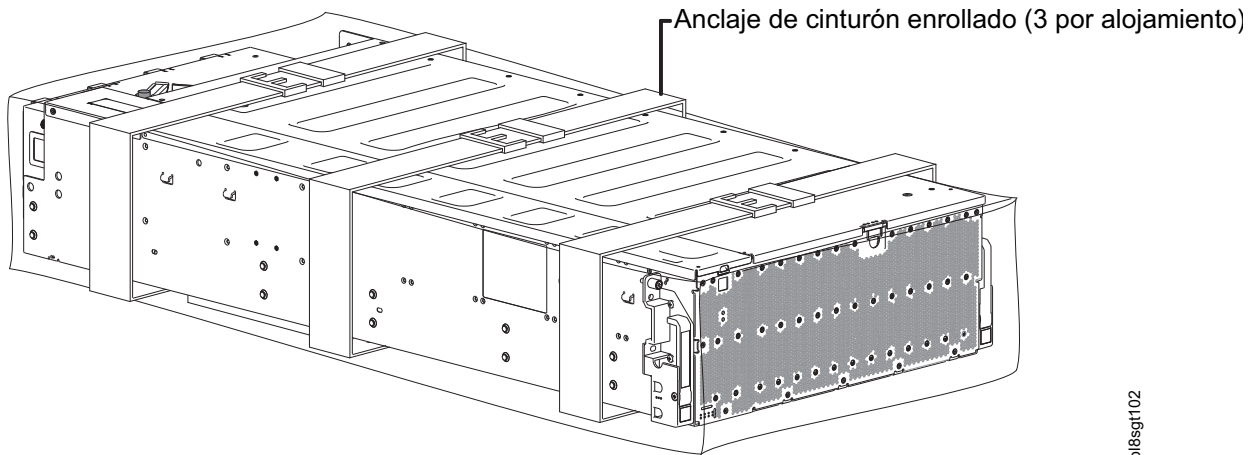

Figura 23. Desembalaje del alojamiento Modelo 106 utilizando correas
- >> Consulte la Figura 23 y los mensajes de PRECAUCIÓN situados encima y debajo de la ilustración.